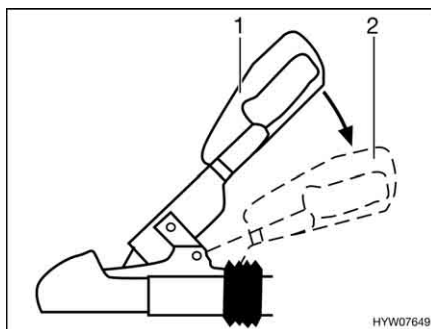

Fig. 170 Maniglia di stabilizzazione
- Attivare il dispositivo di stabilizzazione. A tal fine, premere la maniglia del gancio dalla posizione chiusa (Fig. 170,1) verso il basso (Fig. 170,2) fino all'arresto.